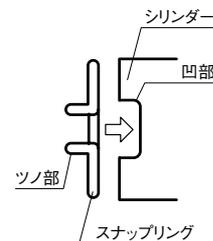

図9
- (4) ニードルを交換後、9頁の分解図を参考にして分解した時と逆の手順で組み立てます。この時、シリンダーの凹部とスナップリングのツノ部をあわせてください。(図9)
- (5) 最後にニードルガイドを本体にはめて、クランプレバーをロックします。その際ニードルガイド内側の凸部と本体の凹部をあわせてください。